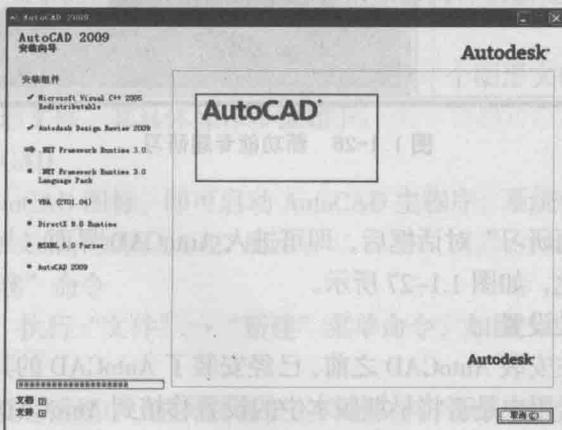

图 1.1-25 进行安装
②进行安装。安装程序将自动地根据前面设置的安装配置，将 AutoCAD 主程序及其他一些相关程序安装到指定的路径，如图 1.1-25 所示。